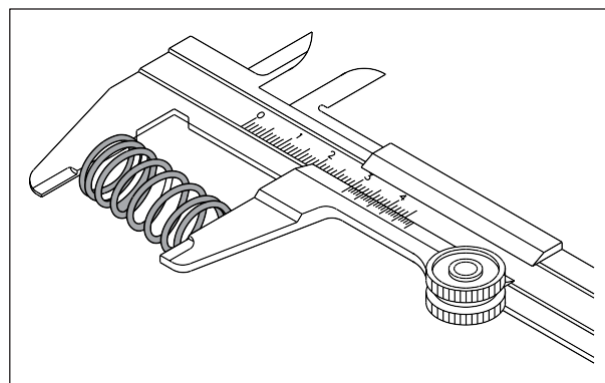

Fig. 3.65
- Mida la longitud del resorte. Si la longitud es menor al límite de servicio, remplace el resorte por uno nuevo. (Fig. 3.65)